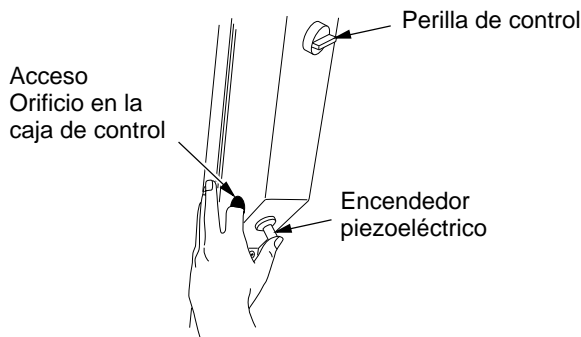

Figura 14: Ubicaciones del encendedor piezoeléctrico y de la perilla de control
9. Oprima la perilla hacia adentro y oprima rápidamente el botón IGNITOR (ENCENDEDOR) (consulte la figura 14). Repita hasta que el calentador se encienda. Esto se puede hacer fácilmente, colocando el dedo índice en el orificio de acceso a la izquierda de la cubierta de control y oprimiendo el encendedor con el pulgar (consulte la figura 14).